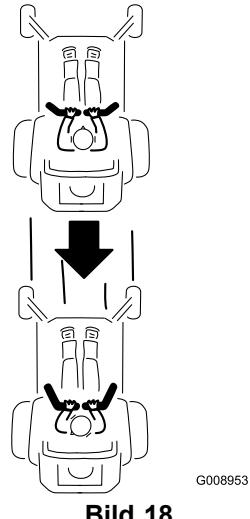

Bild 18
2. Ziehen Sie zum Rückwärtfahren die Fahrantriebshebel langsam nach hinten (Bild 18).
Wenden Sie zum Geradeausfahren auf beide Fahrantriebshebel denselben Druck an (Bild 18).